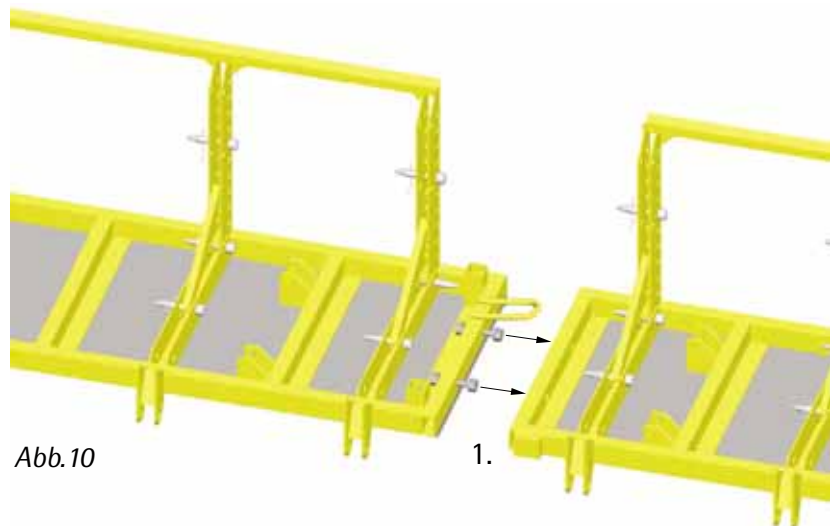

Abb. 10
1. Aufstockschrauben aus den Rahmenoberteilen entfernen (Abb. 10).